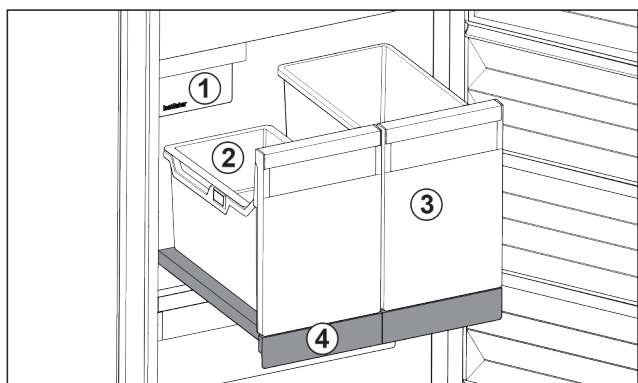

Fig. 103 Raft extractibil cu IceTower
- (1) IceMaker
- (2) Tavă suspendată pentru cuburi de gheață
- (3) Recipient de ex. pentru pizza, băuturi alcoolice
- (4) Raft extractibil
Pe raftul extractibil se află două recipiente înalte (IceTower). În recipientul din Fig. 103 (2) sunt colectate și depozitate cuburile de gheață din IceMaker. Recipientul din Fig. 103 (3) se pretează pentru depozitarea de alimente înalte cum este pizza sau băuturile alcoolice.